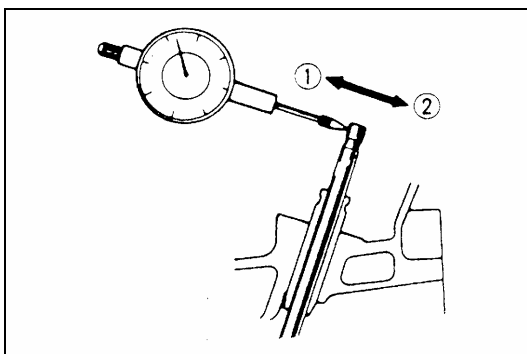

Рис. 4-97.
В направлении, показанном на Рис. 4-97, подвигать конец штока клапана между положениями (1) и (2), измерить максимальную величину смещения конца клапанного штока. Если максимальная величина смещения выходит за пределы диапазона допустимых значений (Таблица 4-9), заменить клапан и направляющую втулку клапана.